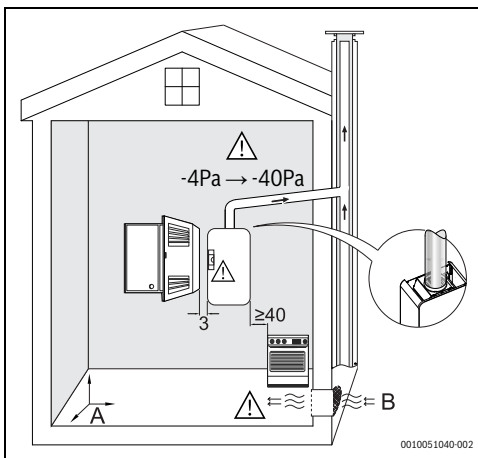

Fig. 9 Exigences minimales
- Respecter les mesures minimales d'installation indiquées à la Fig. 9.
- ▶ Accès suffisant nécessaire aux opérations de maintenance, en respectant les exigences minimales indiquées sur la fig. 9.